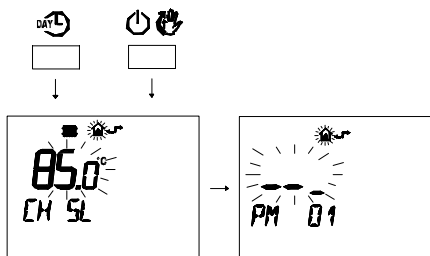

Figura 5.42
- Premere contemporaneamente i pulsanti DAY (☀️) e per entrare nella programmazione trasparente (Figura 5.42).